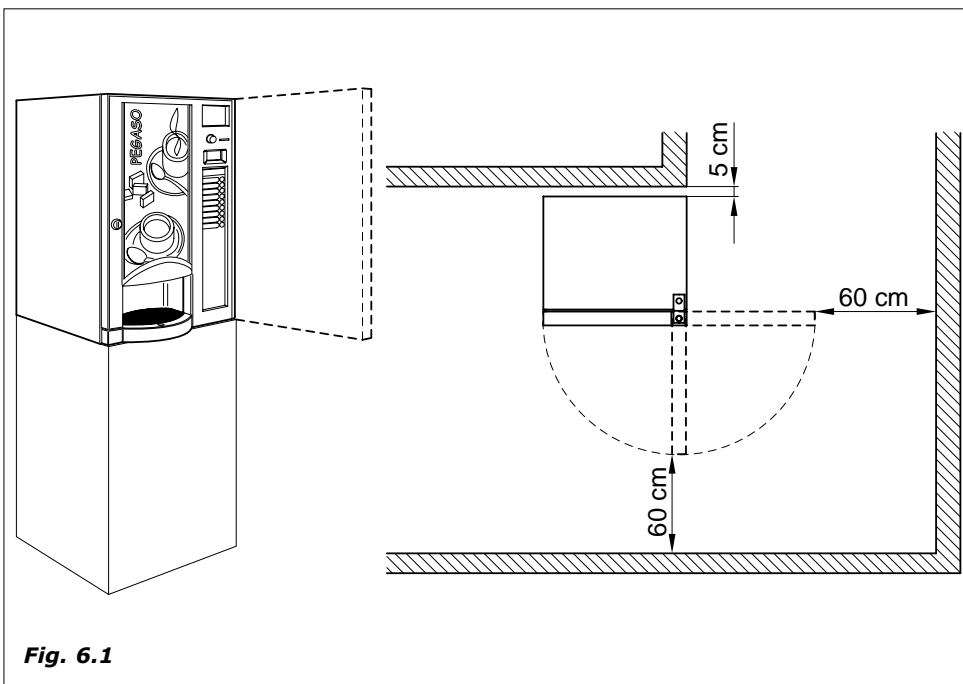

Fig. 6.1
- Instalar cerca de la pared, con una distancia mínima de 5 cm. (Fig. 6.1), para permitir la ventilación. En ningún caso cubrir el distribuidor con un trapo o similar.
En caso de instalar la máquina cerca de una salida de emergencia, asegurarse de que con el distribuidor abierto haya espacio suficiente para el paso (Fig. 6.1).